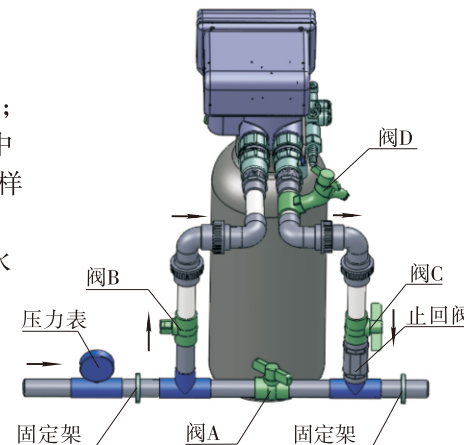

图1-3
④安装进水管
- a、如图1-3所示, 在进水端安装压力表;